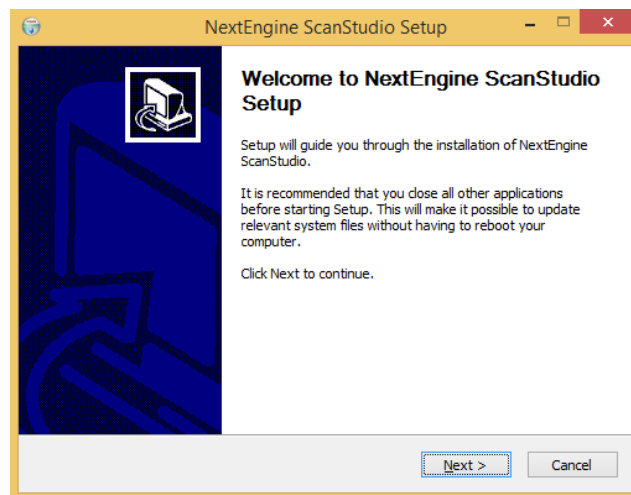

Figura 6. Inicio de instalación del software ScanStudio.
6. Una vez se haya finalizado la descarga del software, se ejecuta como administrador el programa NextEngine ScanStudio para comenzar su instalación, como se muestra en la Figura 6. Se selecciona siguiente (next).